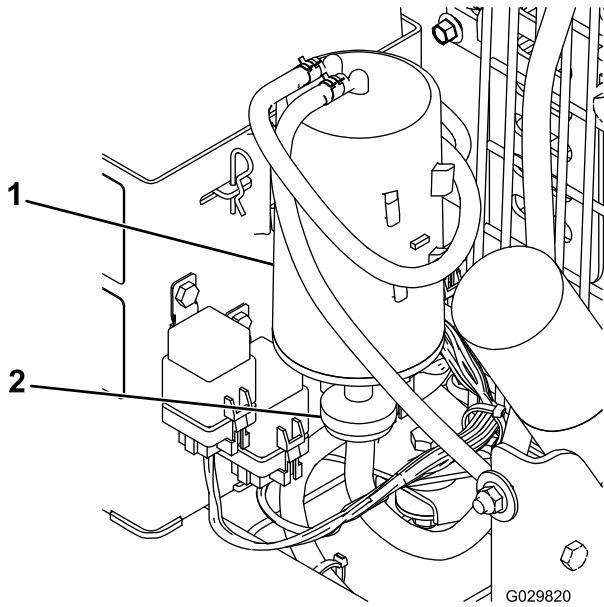

Figura 20
2. Retire y deseche el filtro de aire del cartucho de carbón, pero guarde las mangueras (Figura 20)